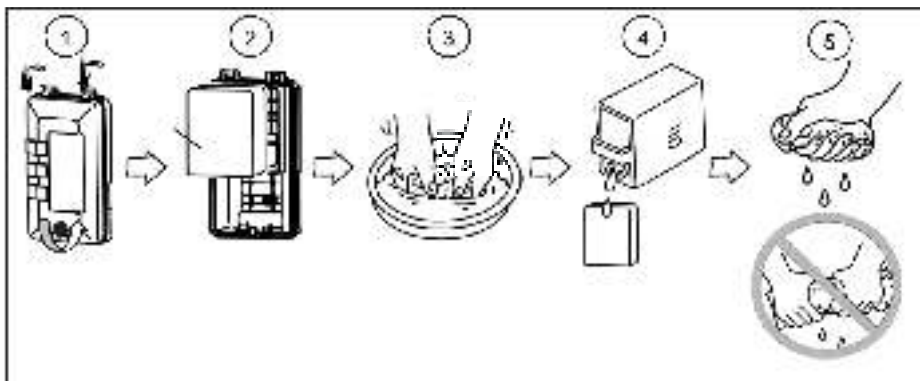

Рис. 21
1. Снимите крышку воздушного фильтра, открутив винт крепления крышки (Рис. 21)